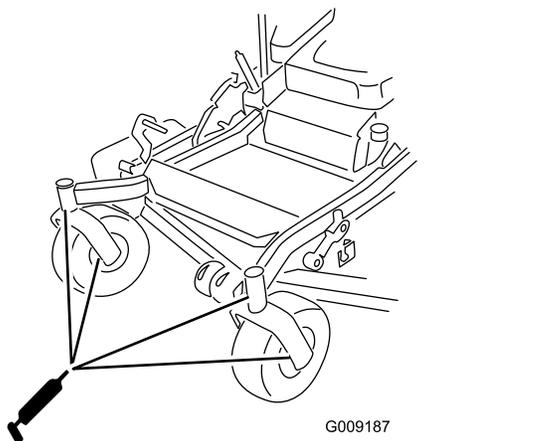

Bild 48
- Setzen Sie die Sechskantschraube ein und den Staubdeckel auf (Bild 48).